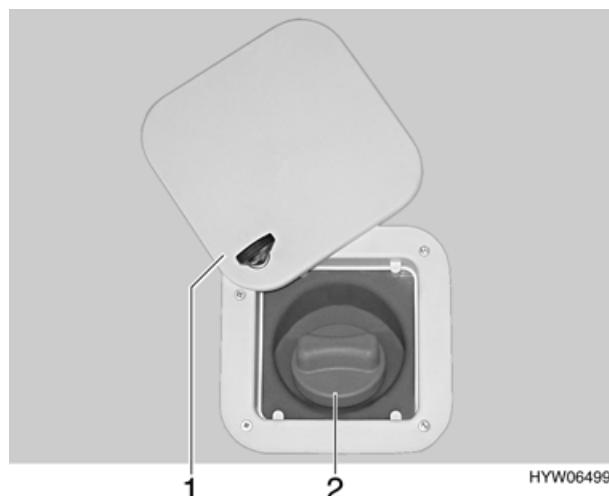

Bild 93 Verschlussdeckel für Frischwasser-Einfüllstutzen
- Klappenschloss öffnen und Außenklappe (Bild 93,1) nach oben schwenken (siehe Kapitel 5).
- Blauen Verschlussdeckel (Bild 93,2) eine viertel Umdrehung entgegen dem Uhrzeigersinn drehen.
- Frischwasser-Einfüllstutzen (Bild 93) außen am Reisemobil öffnen.